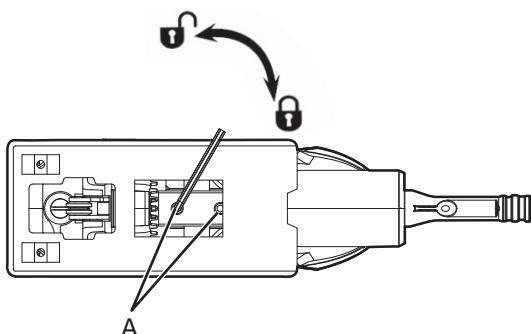

РИС.4
1. Угол наклона основания можно регулировать в пределах 45° (влево или вправо) относительно направления пиления для упрощения профильной распиловки. Ослабьте два зажимных винта (A) под основанием с помощью шестигранника, входящего в комплект поставки инструмента, установите нужный угол наклона основания и снова затяните винты (A). (см. рис. 4)